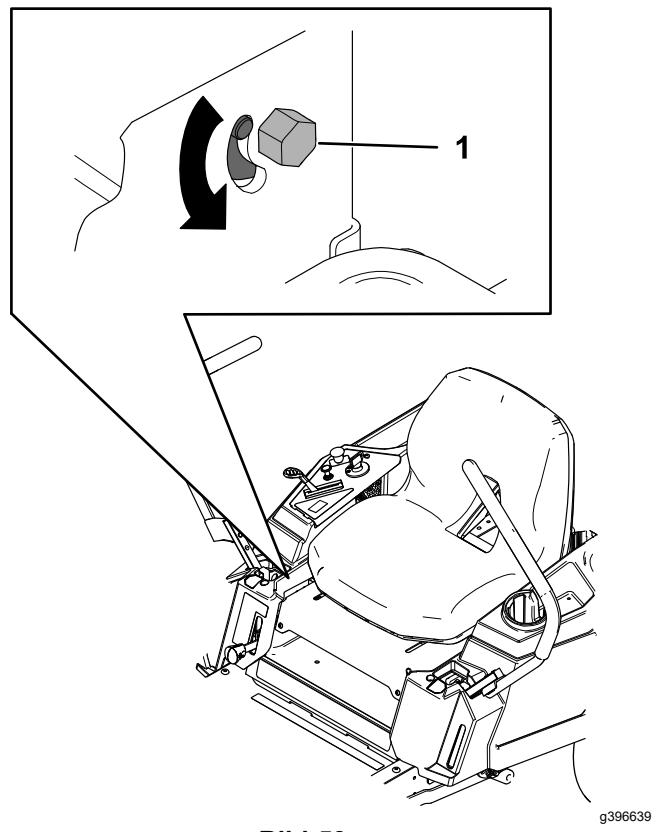

Bild 53
3. Suchen Sie die Einstellschraube für den Spurlauf in der Nähe des Fahrantriebshebels auf der Seite, die eingestellt werden muss (Bild 53).